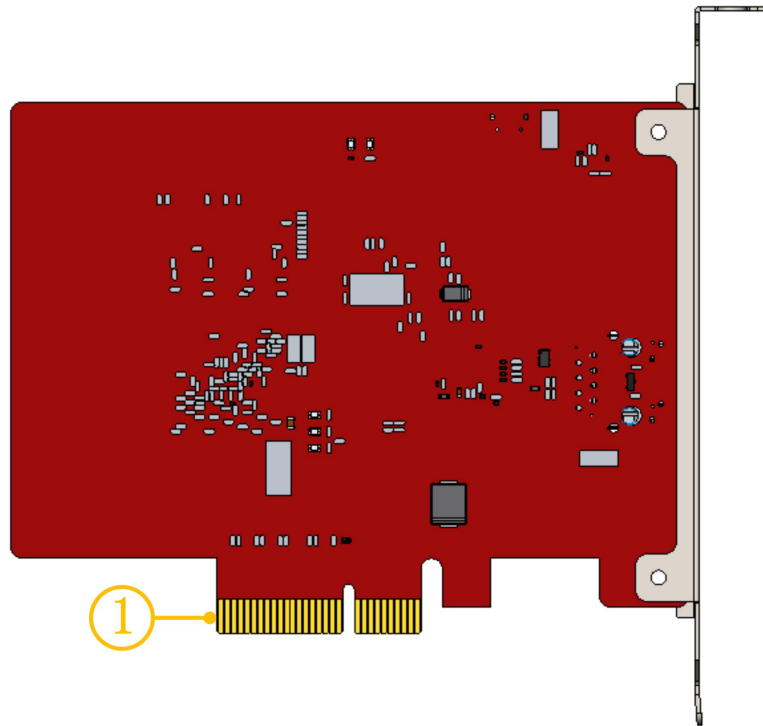

图 6 金手指接口图
BMC228B 主站卡 PCIE 物理接口为 X4(图 6 中①),可用于 X4,X8,X16 接口,BMC228B 主站卡 PCI Express 协议标准为 V2.0 (Gen2),对主板的要求如表 2-3。